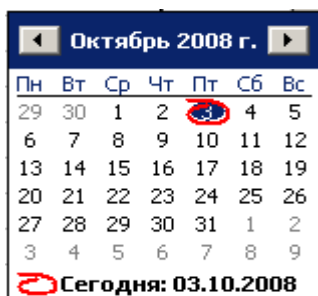

Рис. 11
- Нажмите кнопку . На экране появится календарь **Октябрь 2008** (рис. 11).